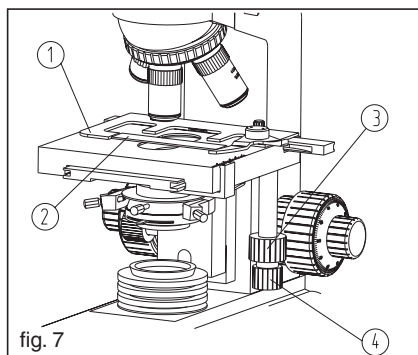

fig. 7
El práctico soporte para la muestra ① sobre la platina se utiliza para fijar los portaobjetos ②, los pomo longitudinal ③/pomo transversal ④ son coaxiales, sirven para mover la platina de forma adecuada. (Fig.7)